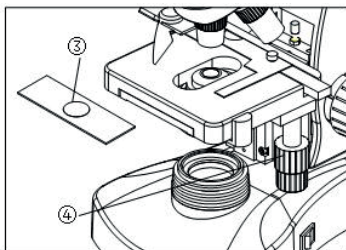

Fig.17
3.2.2 Plaçage de l'échantillon (Fig.17)